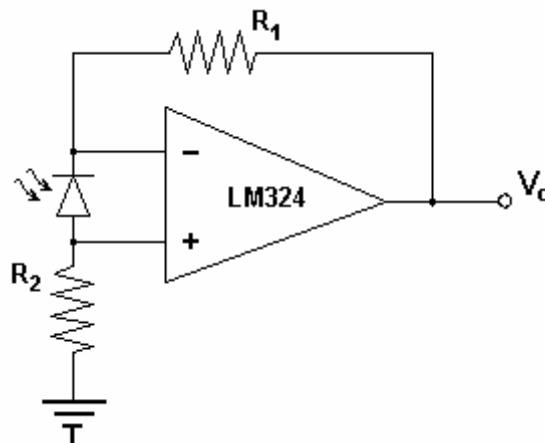

Figura 11: Amplificación de la señal recibida
En el apartado anterior ha podido comprobar que es difícil obtener formas de onda *limpias* a la vez que de una amplitud elevada. Por esta razón se hace necesario la amplificación tras la detección. En esta práctica van a utilizar la configuración de la **Figura 11**, que se basa en un amplificador operacional. Este circuito también puede verse como un convertidor de corriente a voltaje. La corriente generada en el fotodiodo I_{PD} atraviesa las resistencias R_1 y R_2 provocando una caída de tensión a la salida del amplificador $V_o = I_{PD} \cdot (R_1 + R_2)$.
- 4.4.a) Monte el circuito de la **Figura 11** alimentando el amplificador con 5V y con $R_1 = R_2 = 1M$ (al menos). Compruebe que efectivamente funciona.
4.5.a) Diseñe y monte el circuito de la **Figura 11** para que emita un tono IR de 300 Hz. Este montaje tiene que ser evaluado por el profesor.